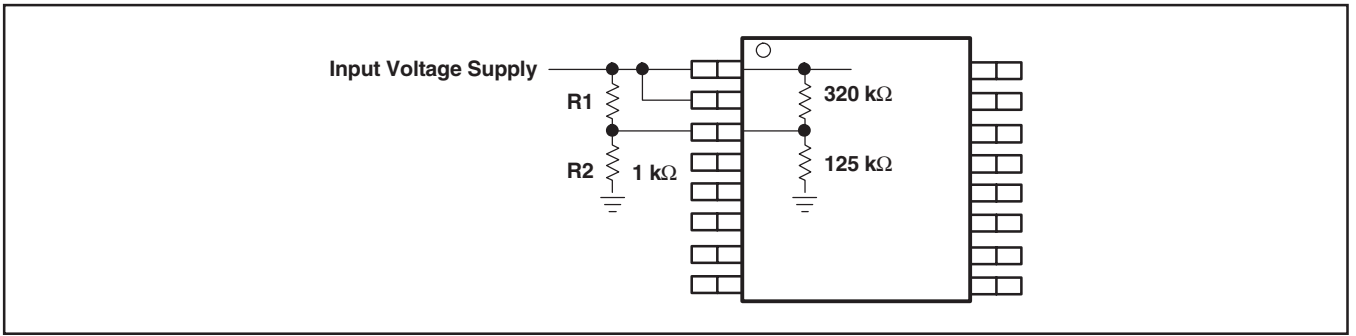

図1. 外付けUVLO機能を用いる回路
低電圧ロックアウト(UVLO)系にはVINからAGNDに分圧器が内蔵されています。スタート/ストップ値のデフォルトはVIN標示で表1に示されています。内部のUVLOスレッシュホールドはVINからグラウンドに抵抗デバイダを外付けすることで無効にできます。内部のデバイダ値は、上側の抵抗が約320kΩ、下側の抵抗は約125kΩです。分割比(ひいてはデフォルトのスタート/ストップ値)は非常に正確ですが、内部抵抗の絶対値は15%ほど変動する可能性があります。外部からUVLOスレッシュホールドを調整する場合に高い精度が要求されるならば、UVLOスレッシュホールドを設定する外付け抵抗にはより小さな値のものを選択してください。下側の抵抗には1kΩ(図1のR2参照)を使用することを推奨します。いかなる状態でもUVLOピンを直接VINに接続しないでください。
4.49Vより高い低電圧ロックアウト(UVLO)スレッシュホールドを必要とするアプリケーションには、スタート電圧のスレッシュホールドを調整するため、図1のように外付け抵抗を使用することができます。例えば、約7.8VのUVLOスタート電圧を必要とするアプリケーションでは式(1)を使うと、R1の計算結果はもっとも近い標準抵抗値5.36kΩとなります。式(2)を使うと入力電圧のストップ・スレッシュホールドの計算結果は6.48Vとなります。